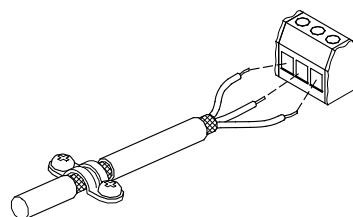

Рис. 4 Пример снятия изоляции кабеля с экраном
- По возможности оставляйте защитный экран как можно ближе к соединительным клеммам. См. рис. 4.